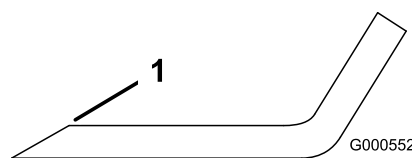

Рисунок 71
1. Заточите напильником режущую кромку на обоих концах ножа (Рисунок 71).
Примечание: Если нож не сбалансирован, удалите некоторое количество металла только с конца области загиба (Рисунок 71).